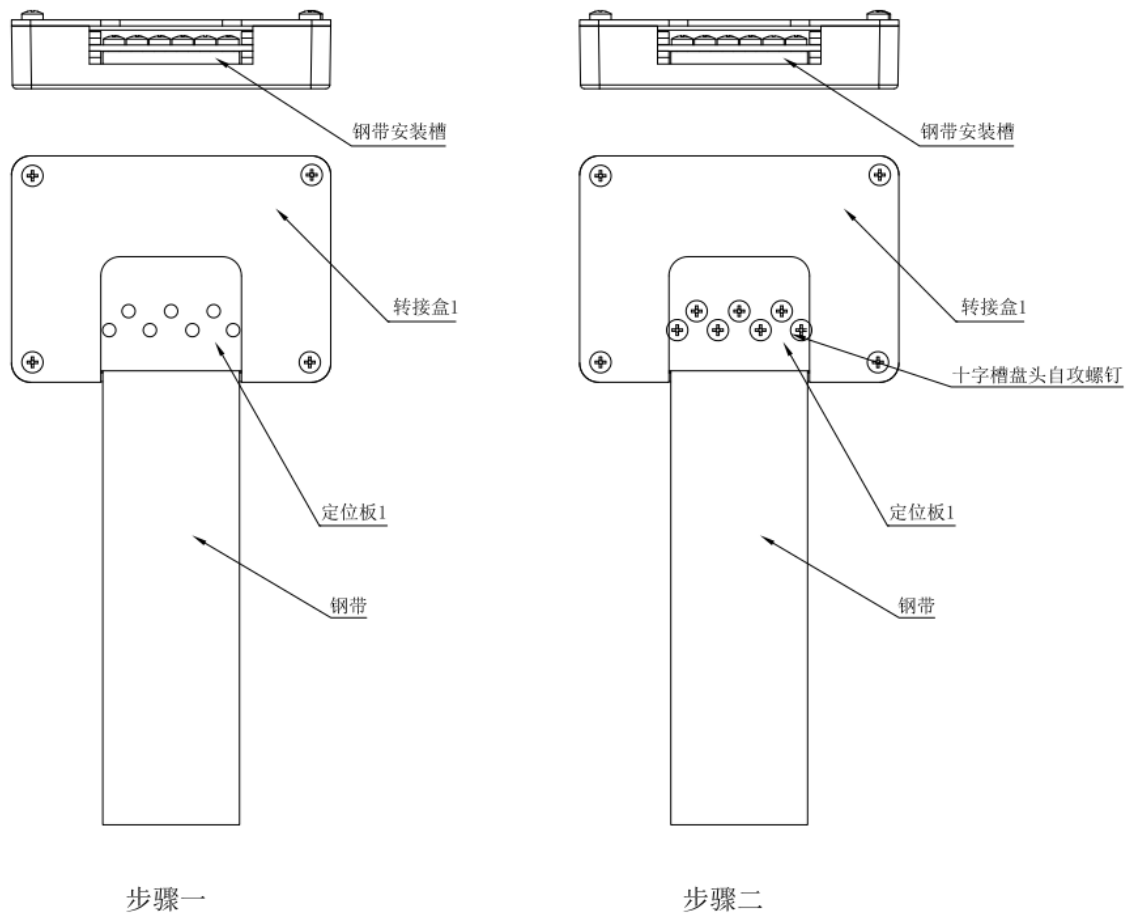

图 7 转接盒 1 的安装示意图
(1) 将钢带一端插入转接盒 1 的钢带安装槽中，调整钢带使钢带左侧紧贴钢带安装槽左侧，如图 7 的步骤一所示；
(2) 用电动螺丝刀将十字槽盘头自攻螺钉拧入定位板 1 的孔中并打紧，如图 7 的步骤二所示；